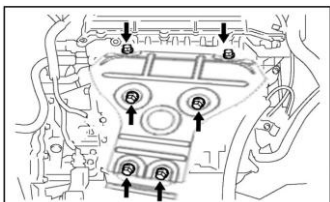

Рисунок II-69
3. Отвернуть 6 болтов и снять верхнюю крышку теплоизоляции выпускного коллектора (см. Рисунок II-69).